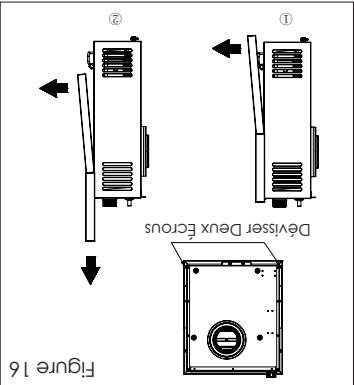

Figure 16
- Retirer le panneau avant de l'appareil en dévissant les deux écrous situés en dessous, puis glisser le panneau vers le haut comme le montre la figure 16.